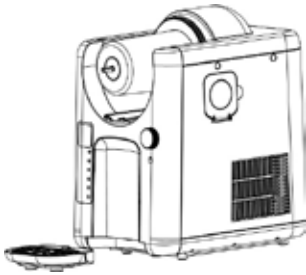

Abb. 1
8. Schieben Sie die Abtropfschale unten in das Gerät (Abb. 1).